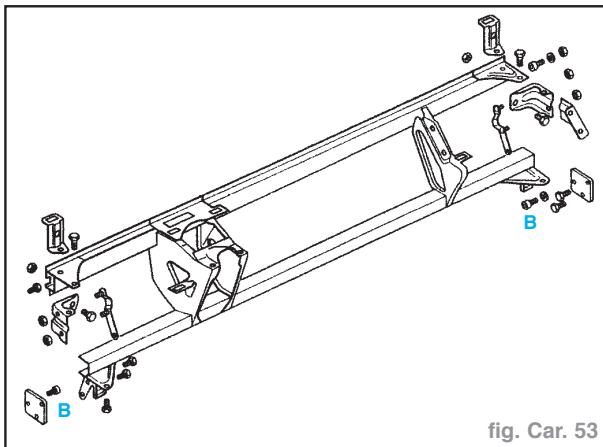

fig. Car. 53
- Dégager la planche de bord des 4 pions (B) en levant les 2 réglages de ceintures avant au maximum (fig. Car. 53).